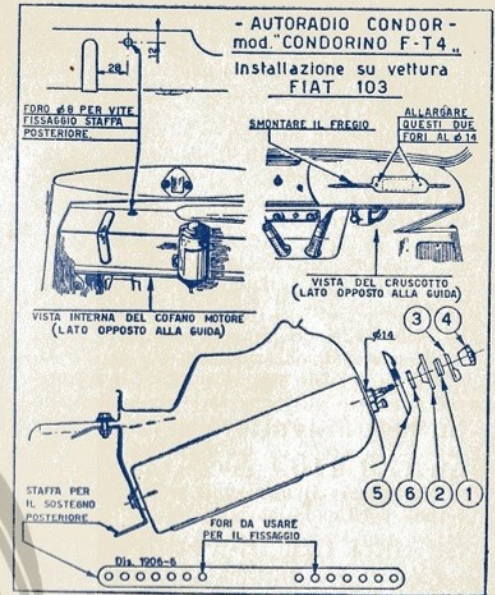

fig. 8
La fig. (8) dà tutti i dettagli d'installazione. Una volta allargati i fori al diametro di 14 mm, si infila l'apparecchio, avendo tolto precedentemente il frontale dello stesso (2), che si smonta sfilando le manopole (4) e le levette (3) e svitando i dadi (1) che servono a bloccare l'apparecchio al frontale, e la staffa universale 1906-6 lo sostiene nella parte posteriore. Vedi fig. 8.